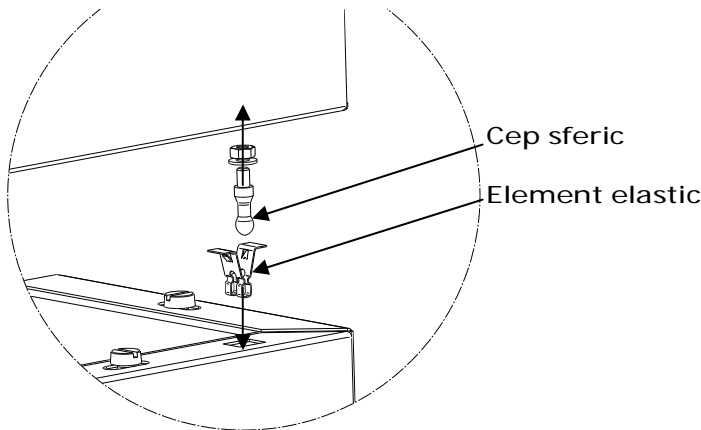

fig.8.1.
Cazanul se va amplasa la locul lui destinat funcționării. Se vor monta componentele ca **fig.8.1** desenului din fig. 9. după cum urmează:
- Capacul superior (poz.13) se fixează cu element elastic -4 buc (vezi fig8.1)